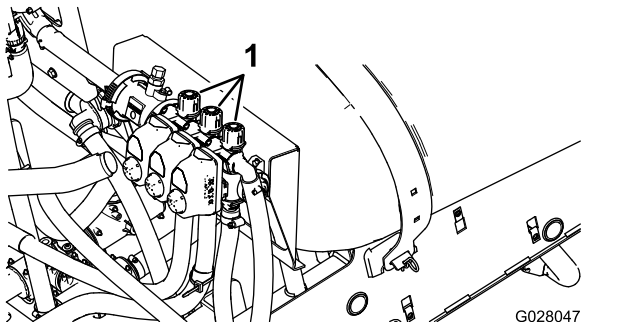

Bild 18
2. Stellen Sie den linken Abschnitt ab und stellen das Handrad für das Abschnittsicherheitsventil (Bild 18) ein, bis der Druck am vorher angepassten Niveau (normalerweise 2,75 bar) liegt.
4. Stellen Sie das Handrad des rechten Abschnittsicherheitsventils (Bild 18) ein, bis der Druck am vorher angepassten Niveau (normalerweise 2,75 bar) liegt.
6. Stellen Sie das Handrad des mittleren Abschnittsicherheitsventils (Bild 18) ein, bis der Druck am vorher angepassten Niveau (normalerweise 2,75 bar) liegt.